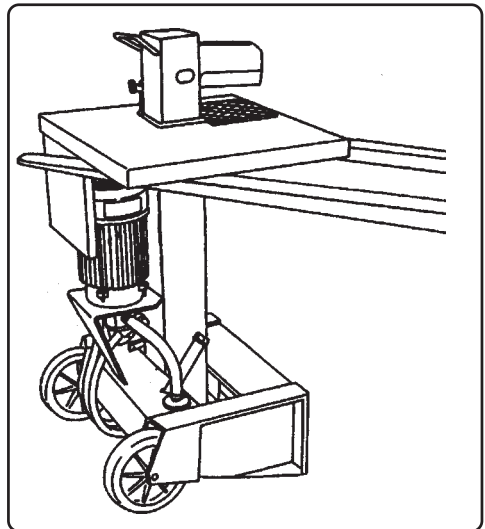

Fig. 3
Les déplacements avec soulèvement du sol doivent s'effectuer avec un chariot élévateur, en positionnant les fourches du chariot sous le plateau de travail (Fig.3).
- Les plaques concernant la sécurité (Fig.3) doivent toujours être bien en évidence et toujours propres. Remplacez-les dès que l'inscription n'est plus lisible.